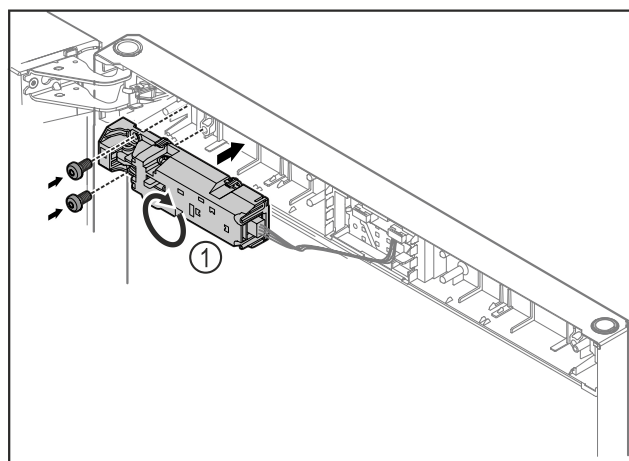

Fig. 13
- ▶ Περιστρέψτε την τηλεχειριζόμενη κλειδαριά Fig. 13 (1) 180° και στερεώστε τη στην απέναντι πλευρά.